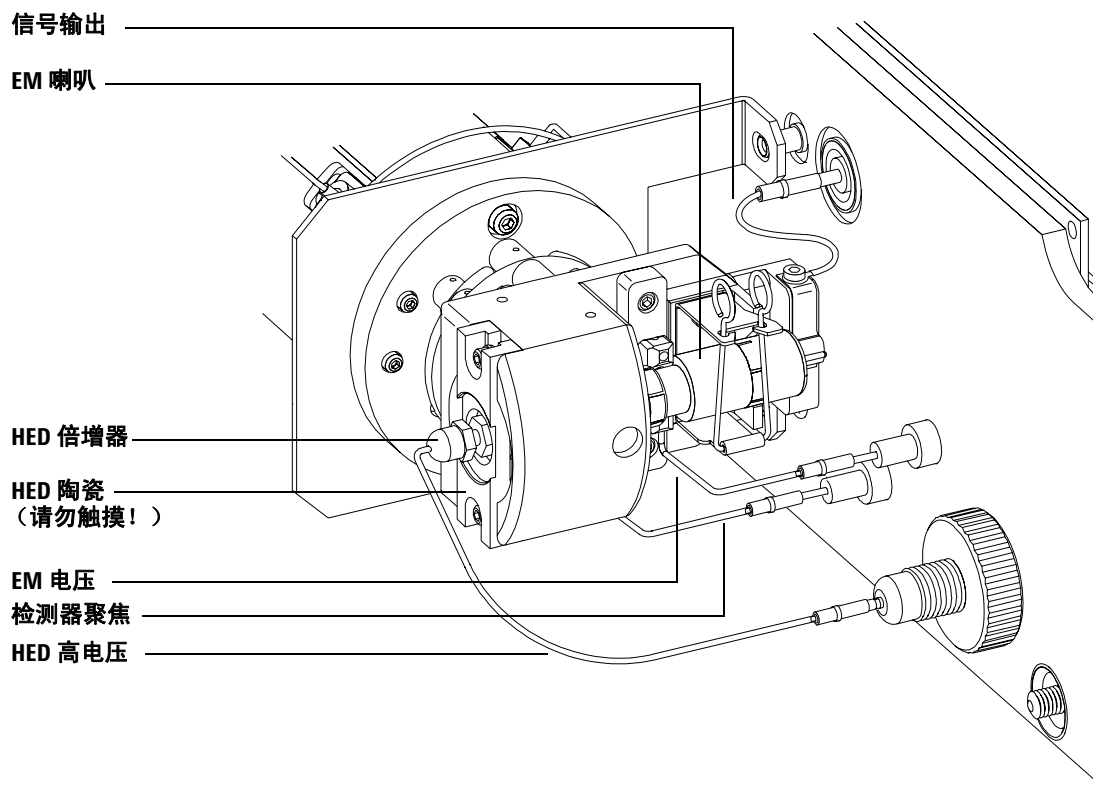

图 63 检测器
MSD 分析仪中的检测器（图 63）是连接到电子倍增器 (EM) 的高能量转换倍增器。检测器位于四级杆质量过滤器的出口末端。它接收已通过质量过滤器的离子。检测器生成的电子信号与撞击它的离子数成正比。检测器有三个主要的组件：检测器聚焦透镜、HED 和 EM 喇叭。